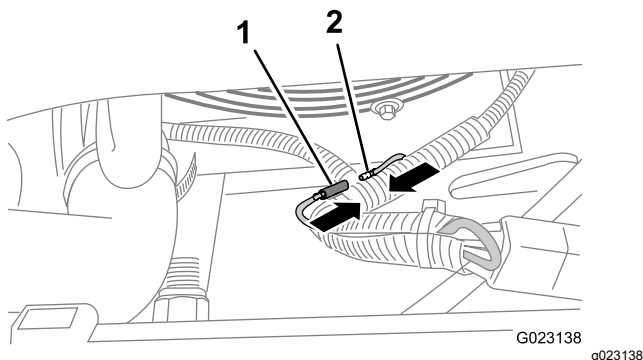

Bild 6
7. Entfernen Sie den kugelartigen Anschlussdraht vom grauen Draht, der vom Motorzündungsmodul kommt, und schließen Sie den Anschlussdraht am Anschluss am Ende des hinteren Kabelbaums für den Elektro-Sofortstart an, den Sie nach vorne verlegt haben (**Bild 6**).